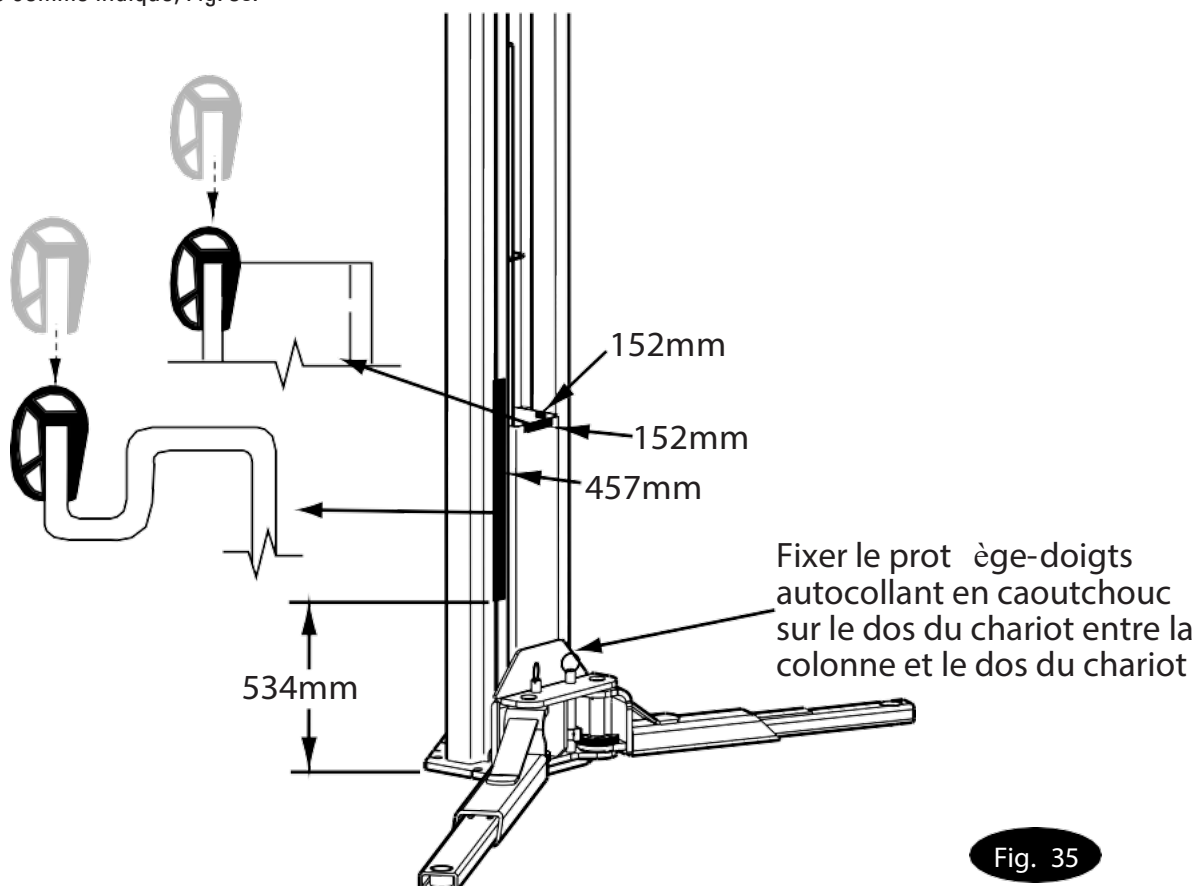

Fig. 35
1. Appuyer le pare-chocs de 457 mm sur le bord de la colonne, Fig. 35.
2. Appuyer le pare-chocs de 152 mm sur le bord supérieur avant et le côté supérieur du tube du chariot, Fig. 35.
3. Appuyer sur l'arrière du chariot entre le chariot et la colonne comme indiqué, Fig. 35.